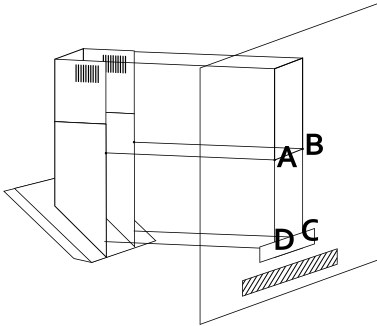

Рис. 9
2. Приложите монтажный шаблон (если он есть в комплекте) к стене на нужной высоте с учетом минимального расстояния от варочной поверхности и выровняйте его по уровню. Наметьте точки (A, B, C, D) на стене и просверлите в них отверстия диаметром 8 мм. Наметьте и просверлите отверстия диаметром 6 мм для монтажа планки крепления декоративного короба (F, E) (рис. 9). При этом необходимо учитывать, что планка относительно потолка должна быть установлена таким образом, чтобы верхний край крепящегося к ней внутреннего декоративного короба вплотную подходил к потолку.
тяжку при помощи шурупов через отверстия **(C, D)** изнутри вытяжки (рис. 9).